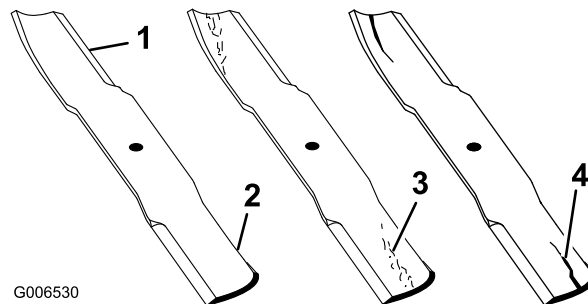

Figura 42
1. Inspeccione los filos de corte (Figura 42). Si los bordes no están afilados o tienen mellas, retire las cuchillas y afílelas; consulte Cómo afilar las cuchillas.
2. Inspeccione las cuchillas, especialmente la parte curva (Figura 42). Si observa daños, desgaste o la formación de una ranura en esta zona (elemento 3 en la Figura 42), instale inmediatamente una cuchilla nueva.